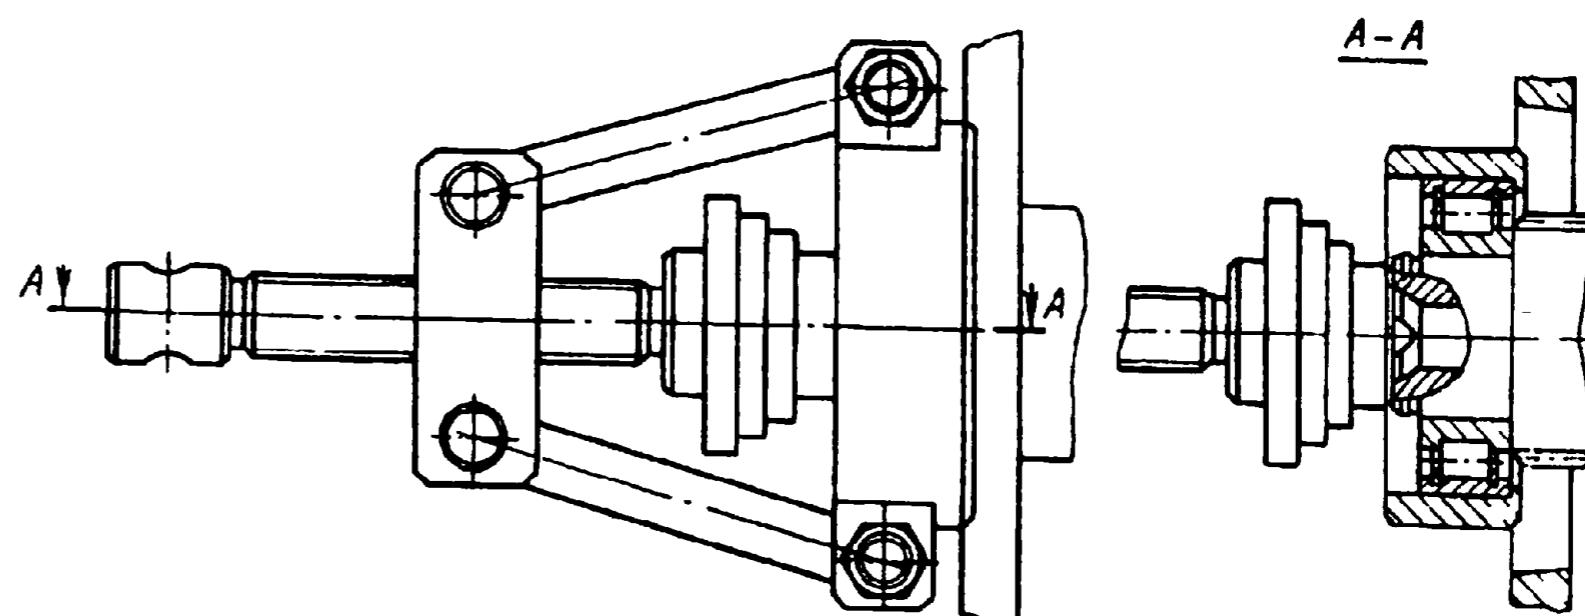
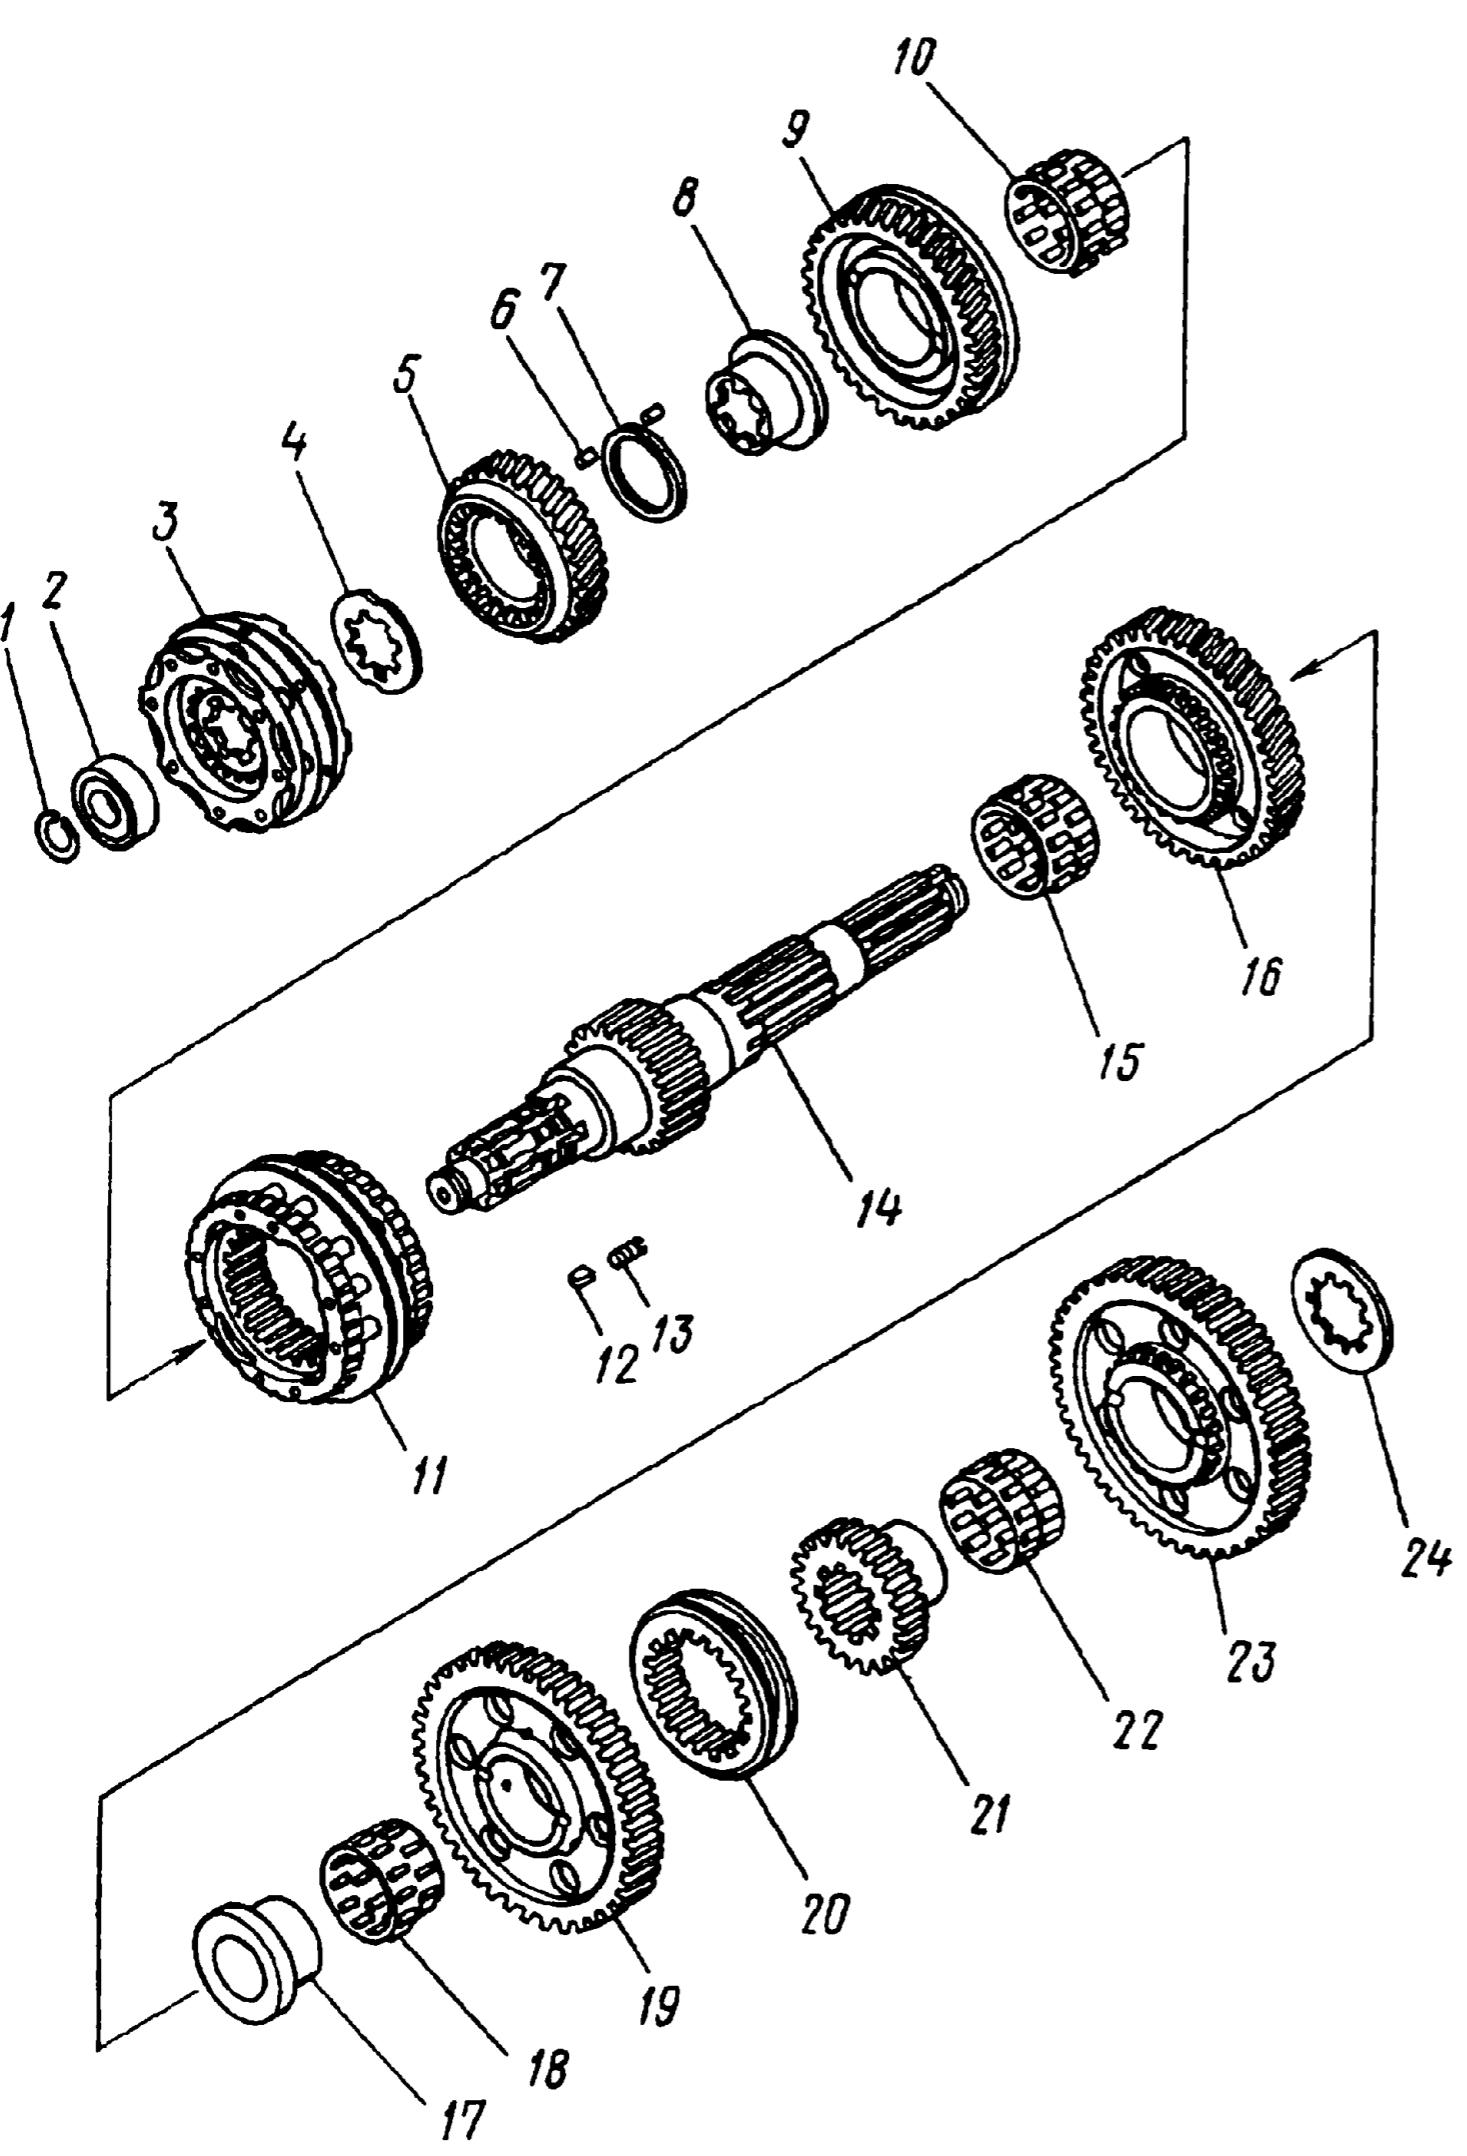

Рис. 146. Снятие переднего подшипника ведущего вала
Рис. 145. Разборка ведущего вала коробки передач:
31. Снимите упорное кольцо 1 (рис. 145)	Съемник
32. Снимите съемником (рис. 146) передний подшипник 2 (см. рис. 145)	—